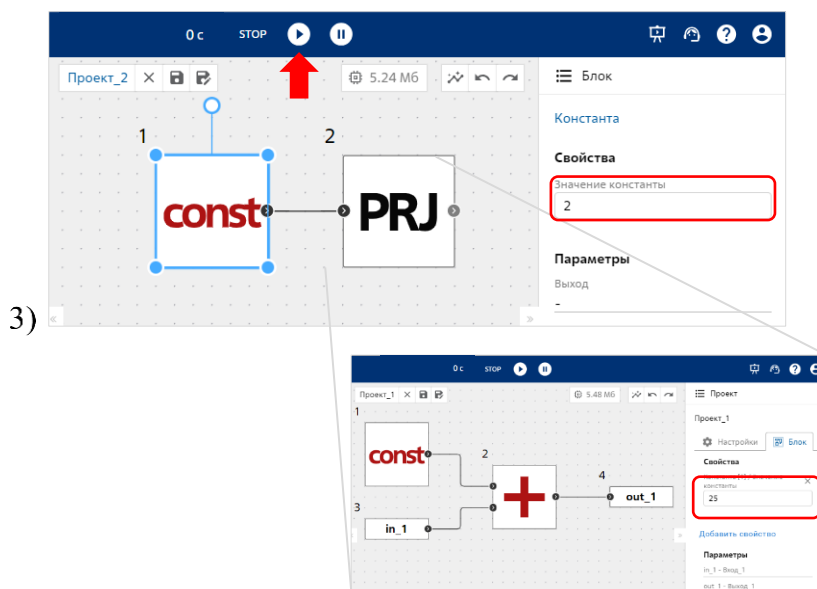

Рисунок 55 – Значение константы блока №1 на уровне Проекта_2
- 2) значение на порту **in_1**, который является выводом константы блока №1 на уровне Проекта_2 (равно 2 см. Рисунок 55).